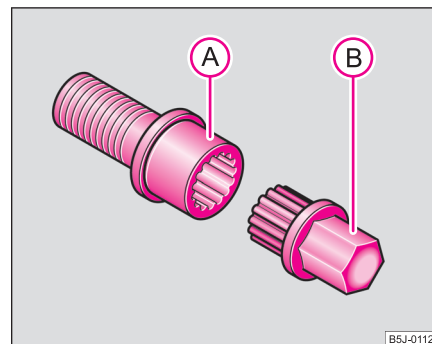

Fig. 173 Tornillo de seguridad para ruedas con adaptador
- Introducir el adaptador (B) con su lado dentado hasta el tope de tal modo en el dentado interior del tornillo de seguridad para ruedas (A), que ya sólo sobresalga el hexágono exterior ⇒ fig. 173.
- Calar la llave de rueda hasta el tope en el adaptador (B).